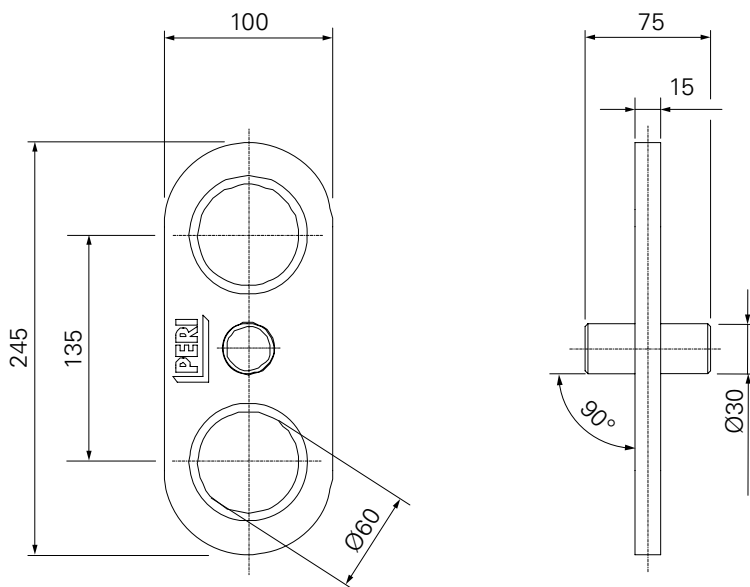

Fig. 2
- Qualora il diametro si discosti di oltre il 3% dalla misura originaria, la presa di sollevamento BR-2 2,7 t non può più essere utilizzata. (Fig. 2)